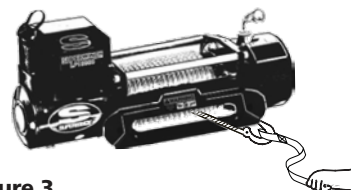

Figure 3
8. TENEZ-VOUS ÉLOIGNÉ DU TREUIL, DU CÂBLE MÉTALLIQUE ET DU CROCHET TENDUS LORSQUE VOUS UTILISEZ LE TREUIL. Ne placez jamais vos doigts dans le crochet. Si votre doigt restait coincé, il pourrait être arraché. UTILISEZ TOUJOURS LES PROTÈGE-MAINS pour guider le câble métallique lors de l'enroulement ou du déroulement (voir Figure 3).